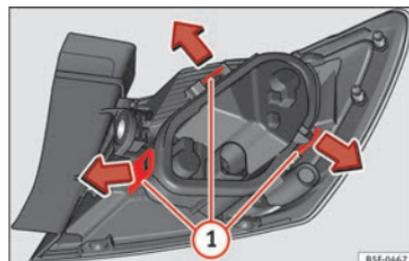

Fig. 112 Linguette di fissaggio nella parte posteriore del fanale di coda.
- Smontare il portalampada » **fig. 112** sbloccando le linguette di fissaggio (1).